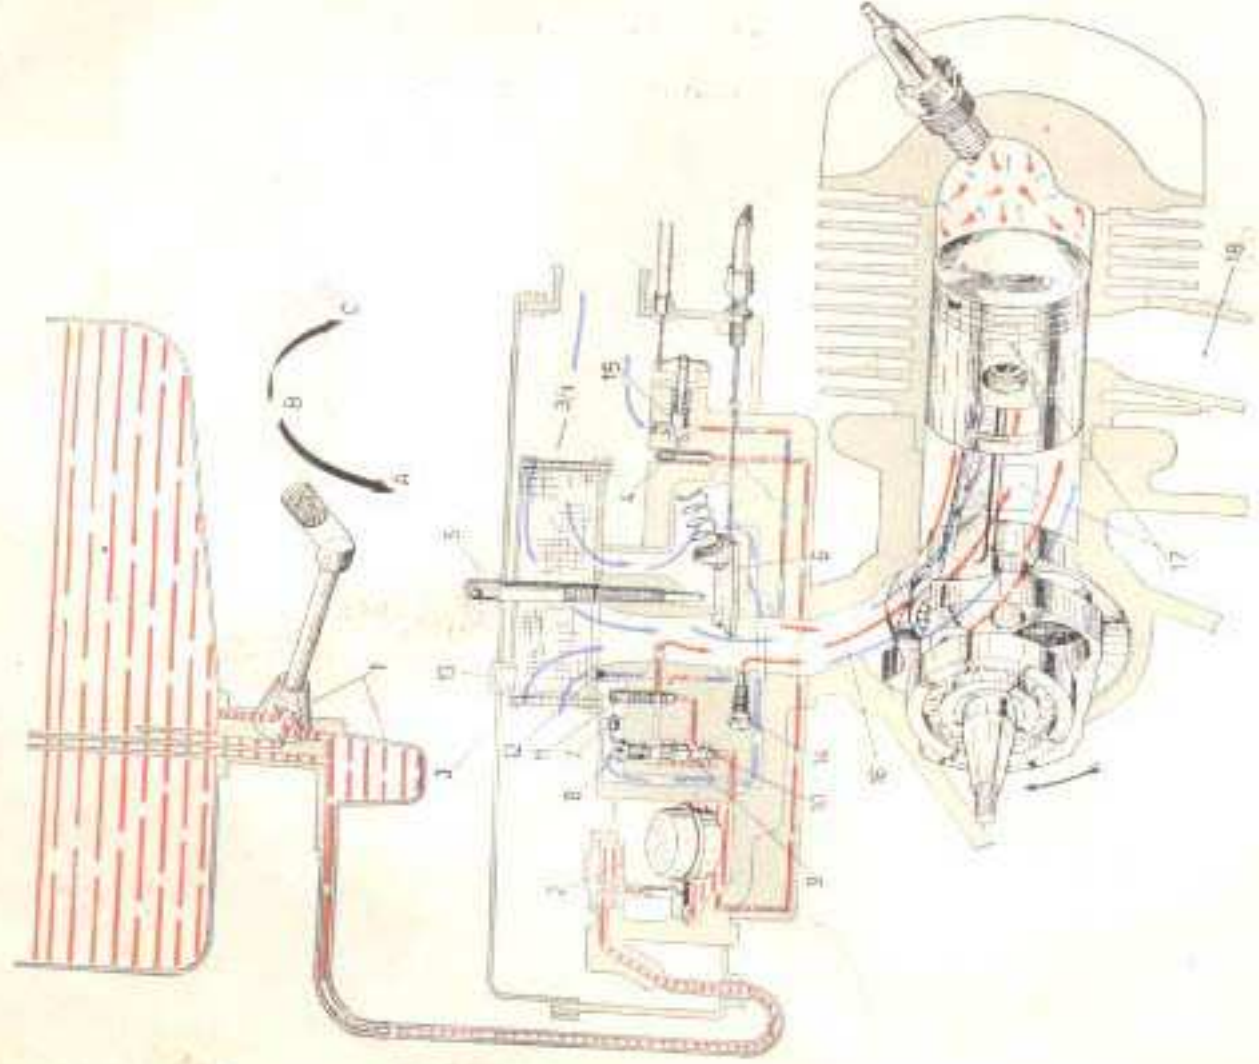

Fig. 7 - Schema dell'alimentazione e distribuzione
**Alimentazione:** (ved. fig. 7): a gravità con miscela benzina-olio.